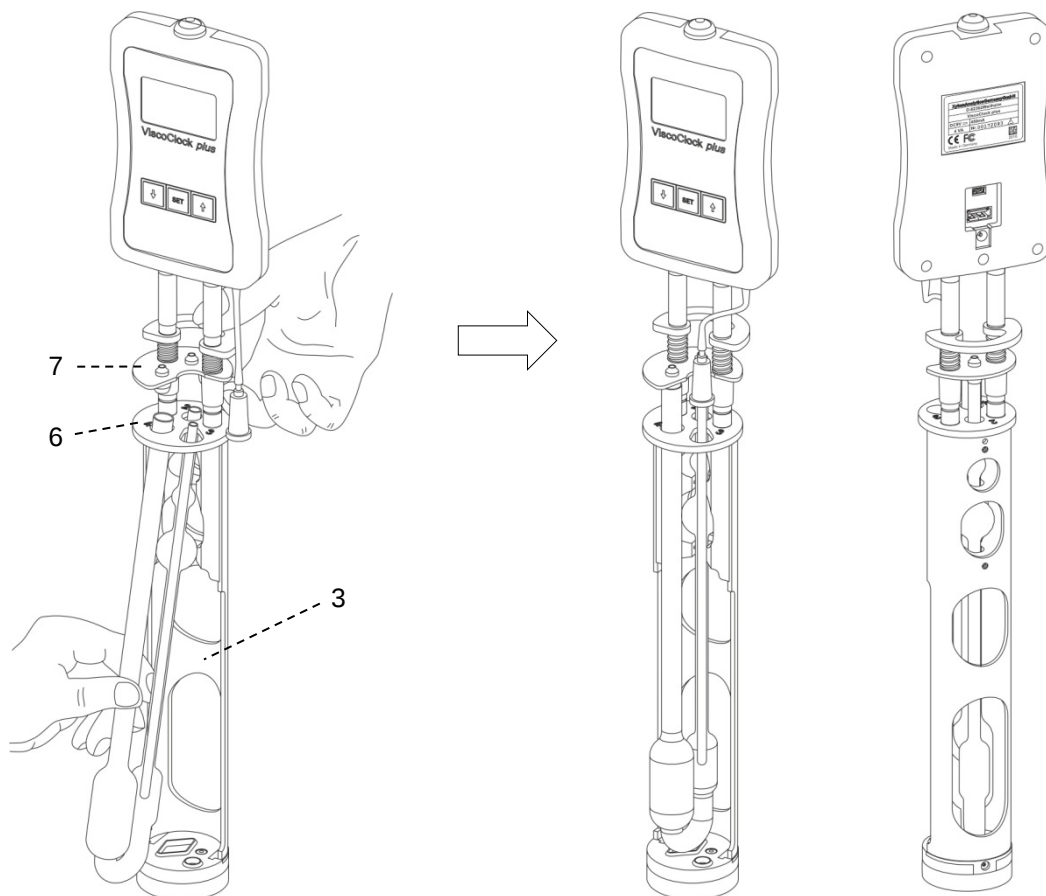

Abb. 3 Einsetzen von Viskosimeter in die ViscoClock *plus*
Fixierungsplatte (7) gegen Griffplatte (9) hochdrücken (siehe  **Abb. 3**).
- Viskosimeter schräg von unten durch die Führungsplatte (6) einführen und senkrecht in das Zentrierprisma (2) einsetzen.